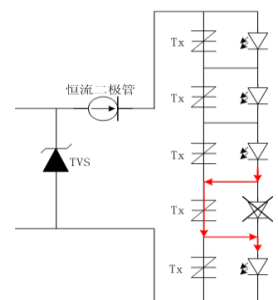

图5 LED灯串防护示意图
4、当多个的 LED 灯通过串联的方式进行连接时，如图 5 所示，一旦出现 LED 灯出现失效开路故障，整个